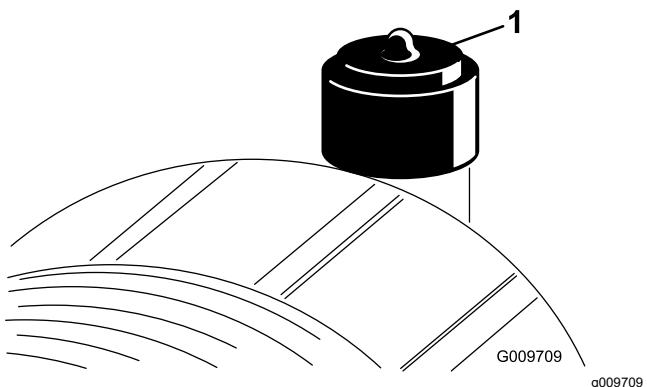

Figura 52
Revise el filtro del limpiador de aire únicamente cuando el indicador de mantenimiento (Figura 52) lo requiera. El cambiar el filtro antes de que sea necesario sólo aumenta la posibilidad de que entre suciedad en el motor al retirar el filtro.
8. Reinicie el indicador (Figura 52) si se ve rojo.